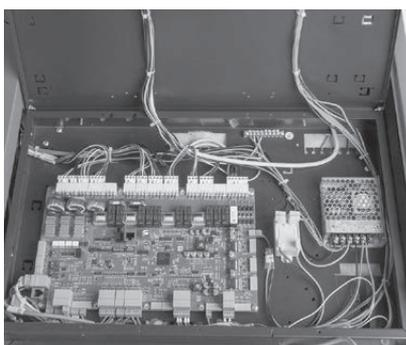

Fig. 126 Quadro di comando aperto
- Aprire il coperchio. Il quadro di comando contiene la scheda madre (scheda bruciatore) – Fig. 126.